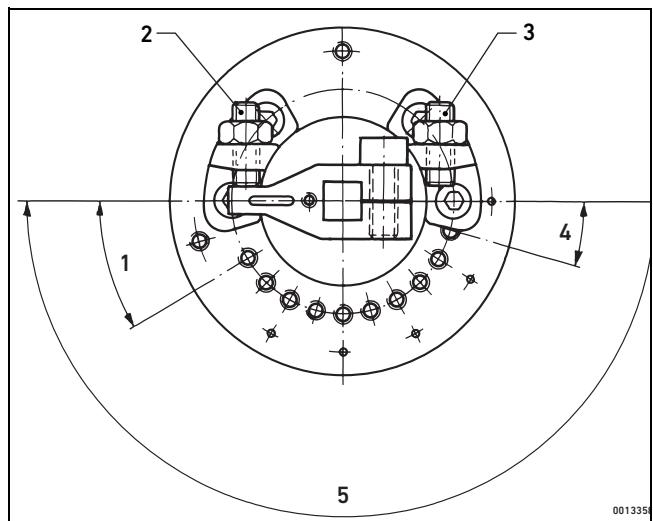

Abb. 6: Winkeleinstellung
3. Stellen Sie die Drehwinkel mit Hilfe der Feineinstellschrauben ein. Siehe Winkeleinstellbereich in Abb. 6 und Tabelle 1.